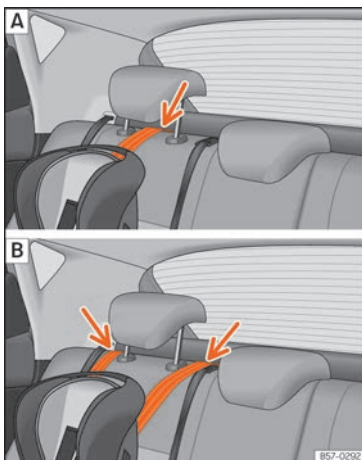

Fig. 41 Cinghia di fissaggio: regolazione e montaggio in base alla cintura Top Tether.
- Posizionare la cinghia sotto il poggiatesta del sedile posteriore »»» **fig. 41** [in base alle istruzioni dello seggiolino stesso, alzare o rimuovere il poggiatesta, se necessario].